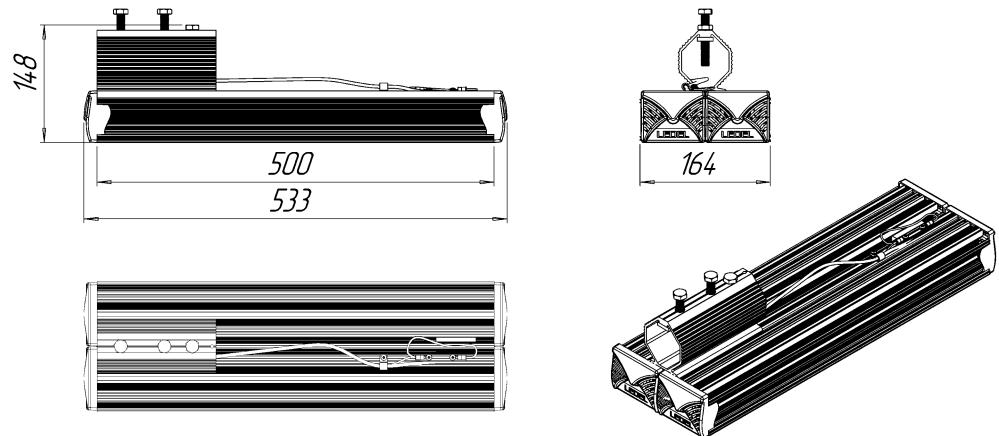

Рисунок 1 Габаритные размеры светильника «L-street 48 Standart»
- a) Ослабить фиксирующие болты (кроме ограничительного болта, см. рис. 1);